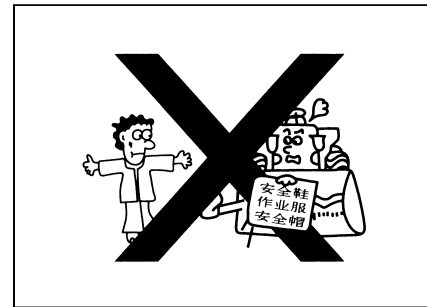

Рис. 1-23
- Сжатый воздух может ранить человека. При продувке сжатым воздухом следует носить респиратор, защитные одежды и безопасные туфли. Максимальное давление сжатого воздуха для очистки должно быть менее 0,3МПа (Рис. 1-23).